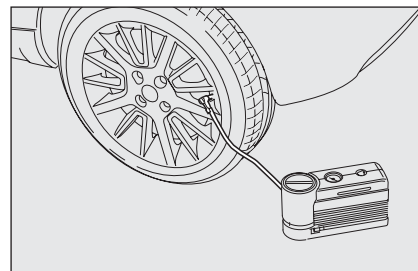
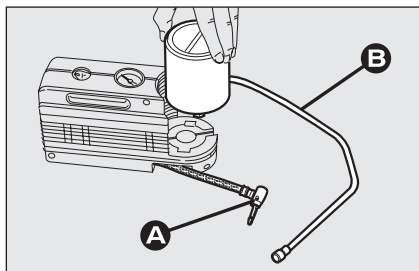

fig. 13
fig. 14
Le compresseur peut aussi être utilisé dans le seul but de rétablir la pression. Dégager le raccord **A - fig. 14** et le brancher directement sur la valve du pneu **fig. 13** ; de cette manière, l'aérosol ne sera pas relié au compresseur et le liquide anti-crevaison ne sera pas injecté.
- libérer l'embout **A** - **fig. 14** ;